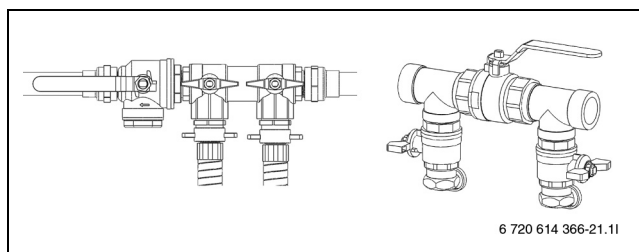

Bild 29 Påfyllnadssatser i normalläge
- Vrid ventilerna på påfyllningsstationen till normalläge (→ Bild 29) och stäng av pumpen på påfyllningsstationen.